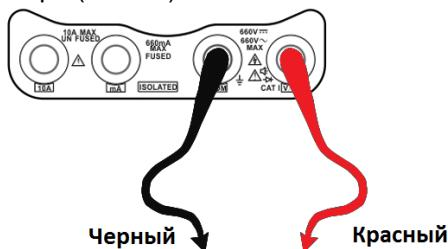

Рис.40
1. Подключить черный щуп к разъему “**СОМ** ”, а красный щуп к разъему “**V/Ω**” CCTV-тестера (Рис.40).